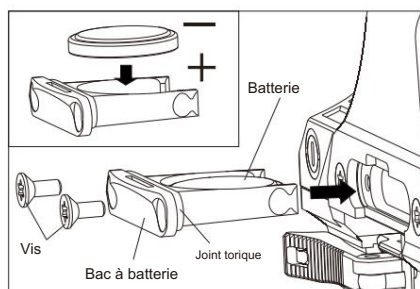

Figure 3-2
- b. Installation de la batterie (Fig. 3-2) :